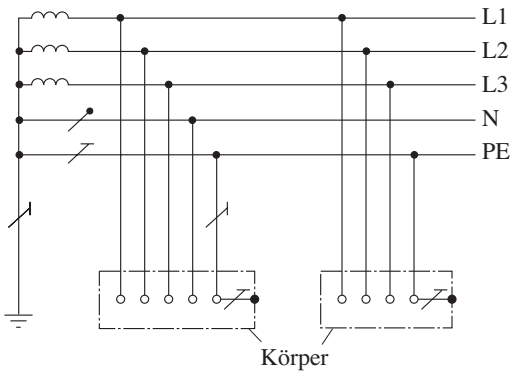

Bild 4.1 TN-S-Netz: Getrennte Neutraleiter und Schutzleiter im gesamten Netz
- TN-S-Netz** – Getrennte Neutralleiter und Schutzleiter im gesamten Netz (**Bild 4.1**).